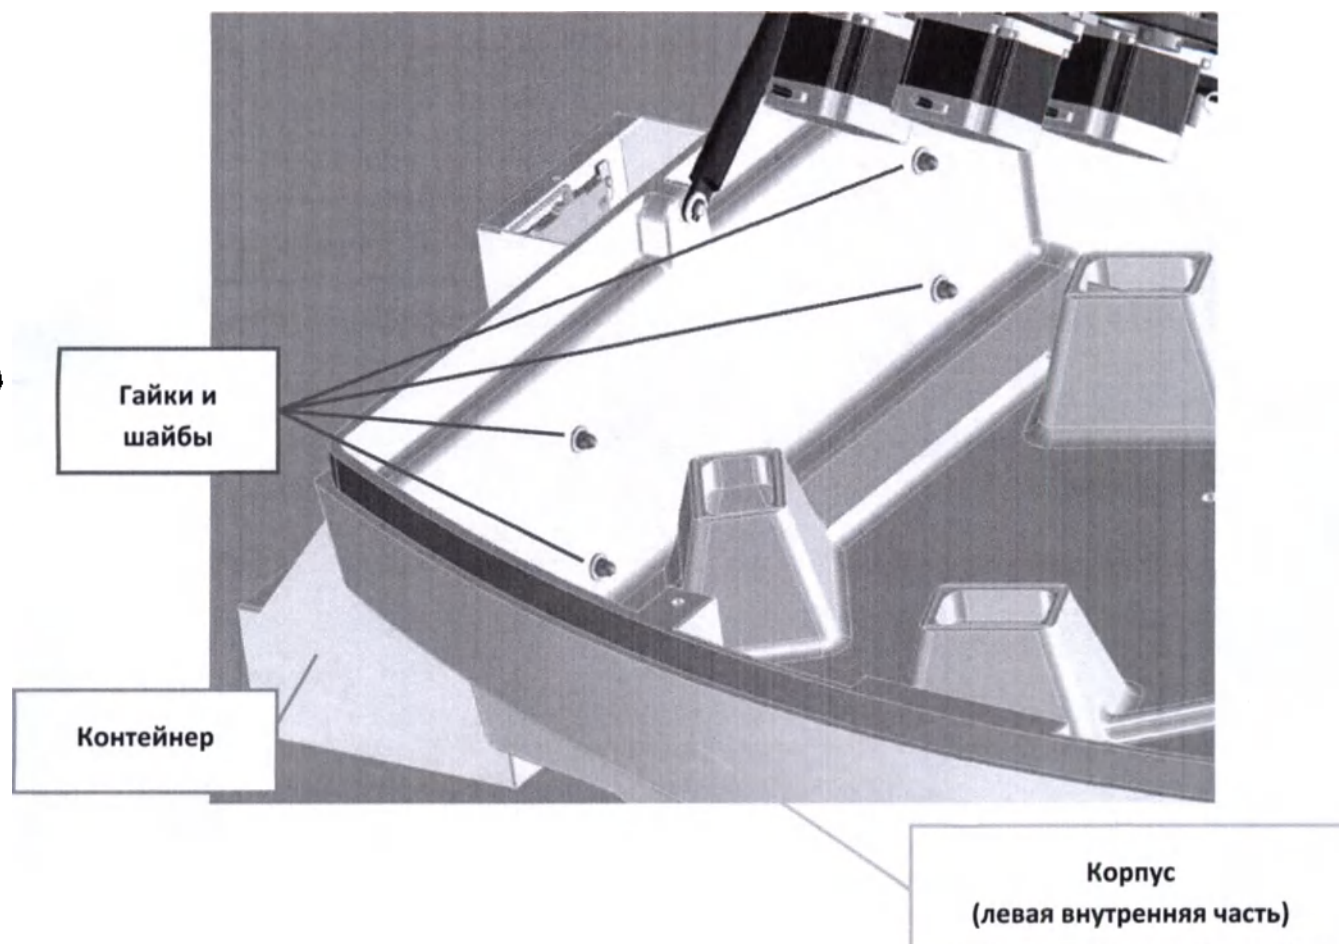

Рис. 3 – Установленный контейнер
5. Наденьте четыре шайбы на шпильки с левой внутренней стороны прибора (рис. 3).